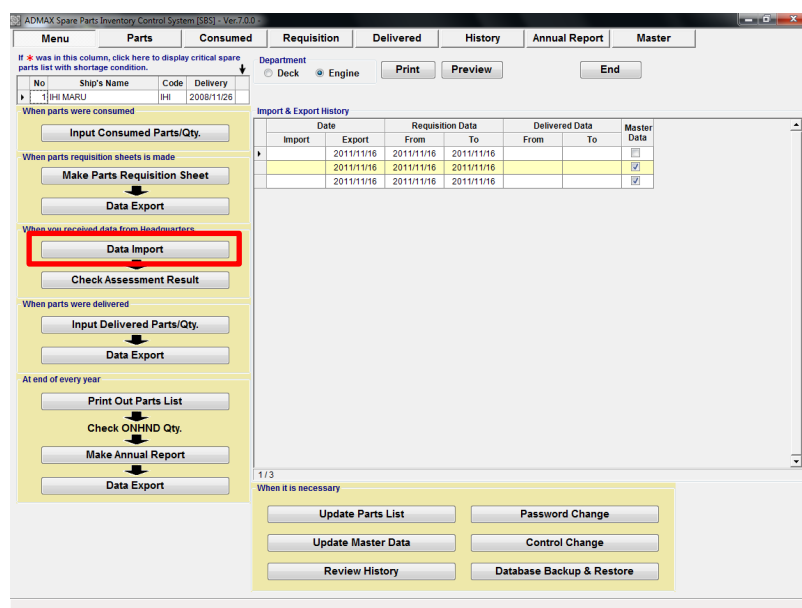

図 7.1 Menu
1. “Menu”画面 (図 7-1)上で, [Data Import]を選択します。